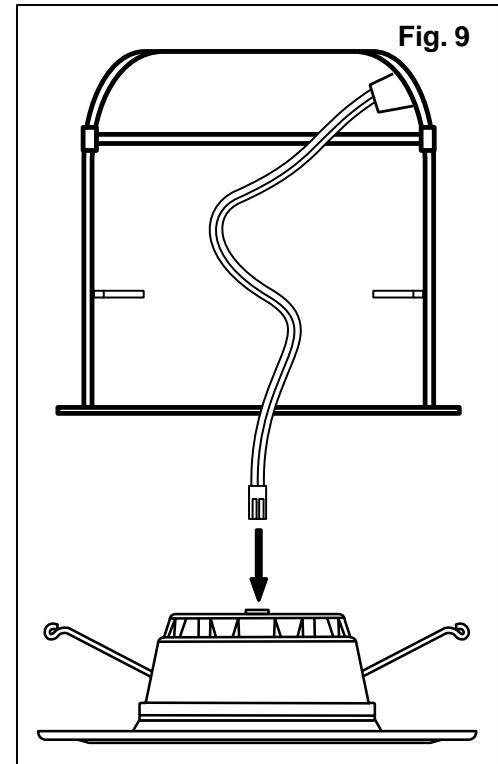

Fig. 9
1. Branchez le CONNECTEUR MÂLE au CONNECTEUR FEMELLE du haut de la GARNITURE DE RÉNOVATION. (FIG. 9)